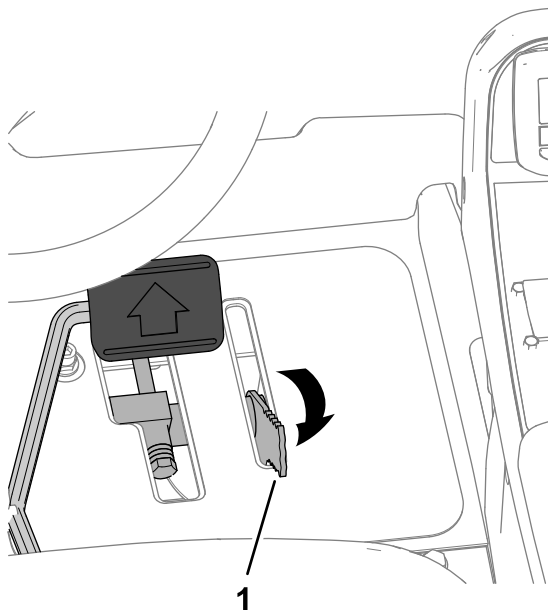

Figura 49
3. Mueva la palanca del limitador de la velocidad de siega hacia atrás a la posición de TRANSPORTE (Figura 49).